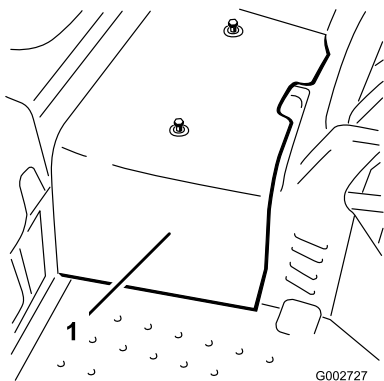

图47
2. 拧掉将中央护罩固定到机器的 2 个螺丝然后取下护罩图47。